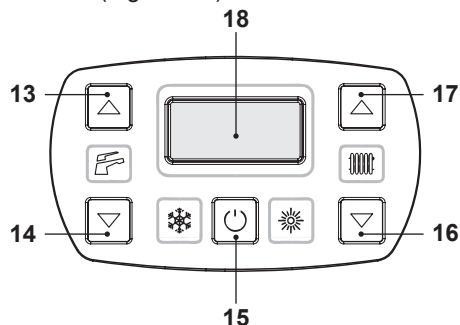
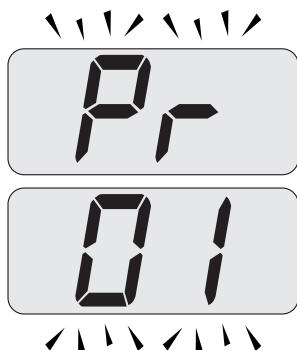
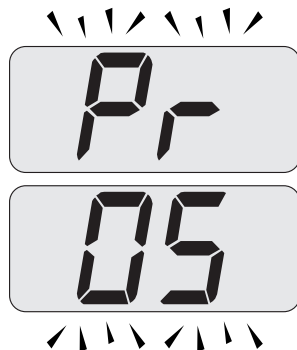

Figura 8.3
Figura 8.4
Figura 8.5
- Entre en la "modalidad de programación" pulsando simultáneamente durante 10 segundos los botones 15 - 16 - 17 (Figura 8.3) hasta que aparezcan en la pantalla LCD las letras **Pr** alternadas con el código **01**, que indican la entrada en el "parámetro 01" (Figura 8.4).
- Desplace los parámetros mediante los botones 16 o 17 hasta que aparezcan en la pantalla LCD las letras **Pr** alternadas con el código **05**, que indican la entrada en el "parámetro 05" (Figura 8.5).
- Pulse simultáneamente los botones 15 y 17 (Figura 8.3) hasta que aparezca en la pantalla LCD el valor del parámetro 05 (00=G20) (Figura 8.6).
- Pulsando el botón 15 (Figura 8.3) se confirma el valor introducido.
- Pulsando simultáneamente los botones 15 y 16 (Figura 8.3) se sale sin modificar el valor (se vuelve a la lista de parámetros Figura 8.5).
segundos los botones 15 - 16 - 17 (Figura 8.3) se sale de la "modalidad de programación".